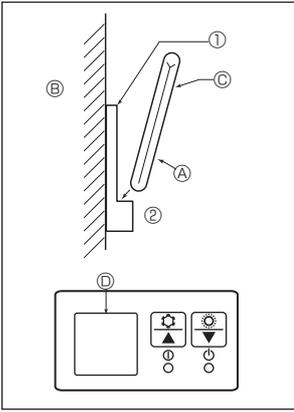
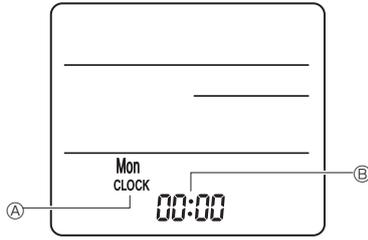

Fig. 6-7
Fig. 6-8
2) Méthode d'installation (Fig. 6-7)
- ① Attachez le support de la télécommande à l'endroit voulu à l'aide de 2 vis à taraud.
- ② Mettez la partie inférieure de la télécommande dans le support.
3) Réglage (Réglage de l'horloge) (Fig. 6-8)
- ① Insérez les piles ou appuyez sur la touche ● CLOCK à l'aide d'un objet pointu. [CLOCK] (HORLOGE) Ⓐ et [:] Ⓑ clignotent.
- ② Appuyez sur la touche de réinitialisation RESET ● à l'aide d'un objet pointu.
- ③ Appuyez sur les touches de réglage ⏴ ⏵ pour régler l'heure. Appuyez sur la touche DAY pour régler le jour.
- ④ Pour terminer, appuyez sur la touche ● CLOCK à l'aide d'un objet pointu. [CLOCK] (HORLOGE) et [:] s'illuminent.